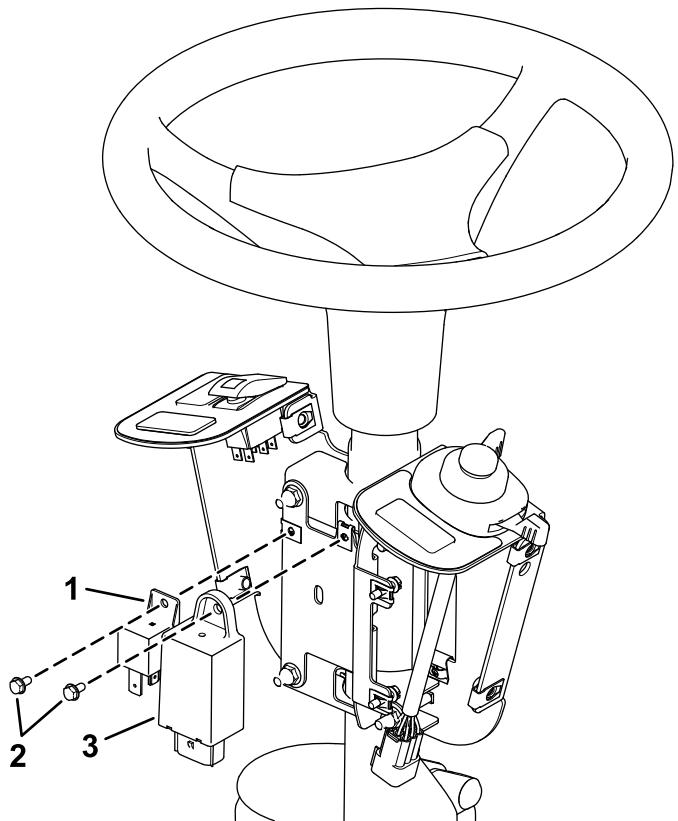

Figure 7
4. Fixez la centrale clignotante et le relais sur la plaque de montage de fusible à l'aide de 2 vis (n° 10 x $\frac{3}{8}$ po), comme montré à la Figure 7.